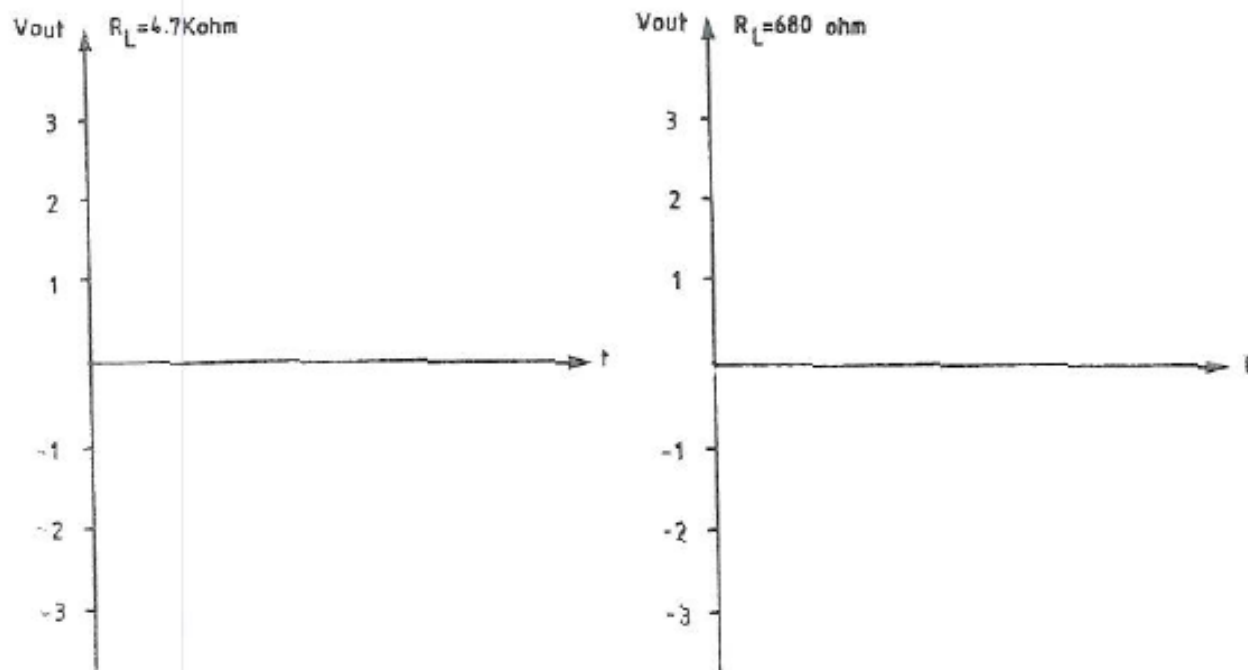

Fig. 8: Distorção da Tensão de Saída Devido ao Ponto de Operação Não-Linear
46. Esboce a tensão de saída na Fig. 8.